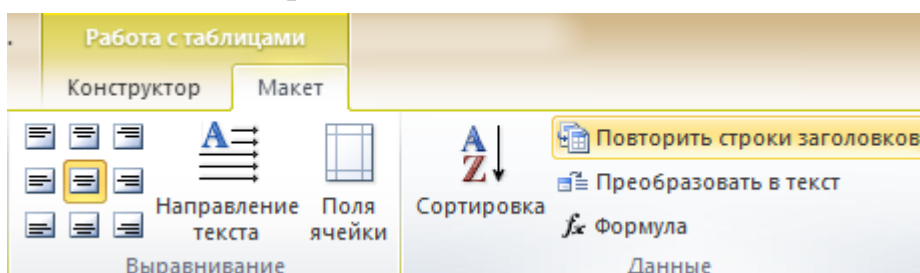

Рис. 67. Перенос строки заголовков таблицы на следующую страницу
2. Во вкладке **Макет** в группе **Данные** нажать кнопку **Повторить строки заголовков** (рис. 67).